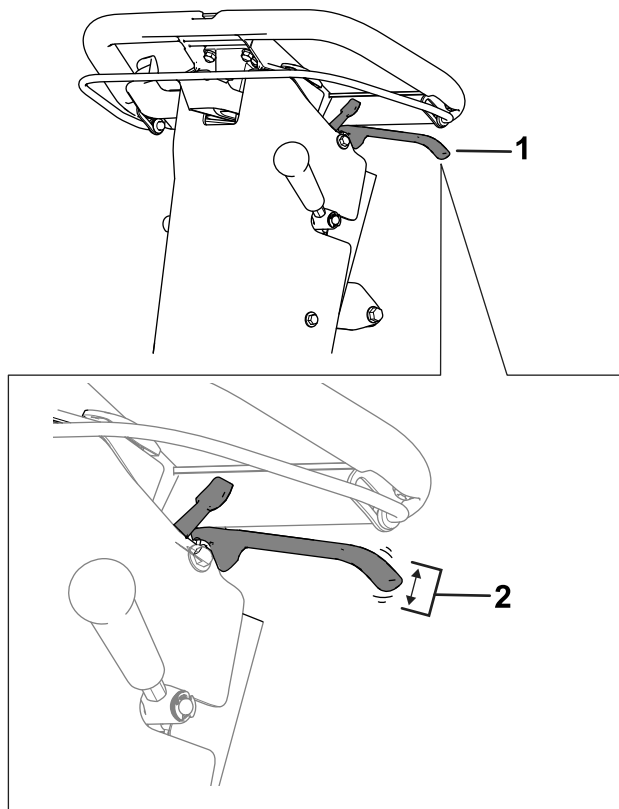

Bild 38
2. Messen Sie das Spiel am Ende des Feststellbremsgriffs (Bild 38).